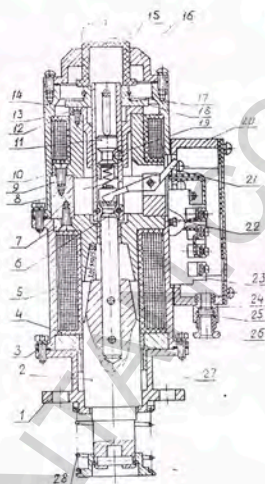

Рисунок 1 - Устройство электромагнита
1.3.1 Электромагнит (рис. 1) состоит из следующих основных единиц: тягового (силового) электромагнита, электромагнита сброса с защелки, механизма защелки и контактной группы.